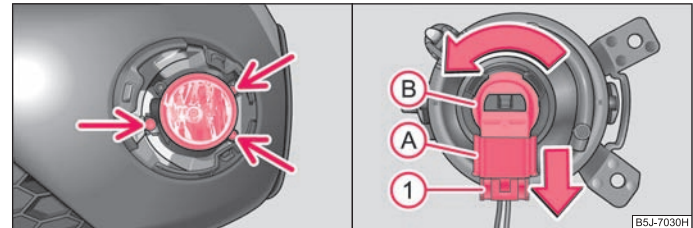

Abb. 170 Vorderer Stoßfänger: Nebelscheinwerfer / Lampenwechsel
- Drehen Sie mit Hilfe des Schraubenziehers aus dem Bordwerkzeug 12) die Schrauben heraus ⇒ Abb. 170 - links.
- Drücken Sie die Sicherung (1) ⇒ Abb. 170 des Steckers (A) und nehmen Sie den Stecker aus der Fassung (B) heraus.
- Drehen Sie die Fassung (B) mit der Lampe nach links bis zum Anschlag und nehmen Sie diese heraus.
- Stecken Sie den Stecker (A) in die Fassung (B).